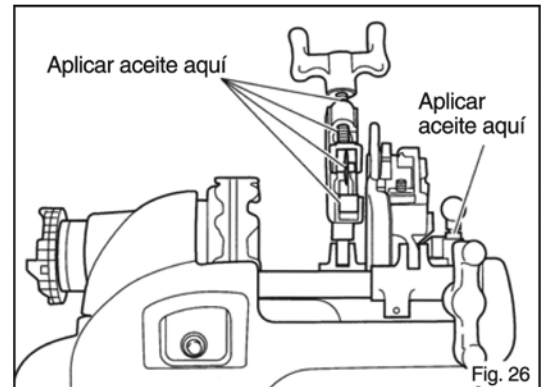

Fig. 26
1. Lubricación de la cortadora de tubos (Fig. 26)
Asegúrese de aplicar aceite para husillos a la rosca de la manija, las hojas y los ejes de rodillo de la cortadora una vez al día para mantener la lubricación. Esto es extremadamente importante, ya que no sólo asegurará que la herramienta corte con facilidad sino que también hará que su vida útil de servicio se haga varias veces más prolongada. (Fig. 26)